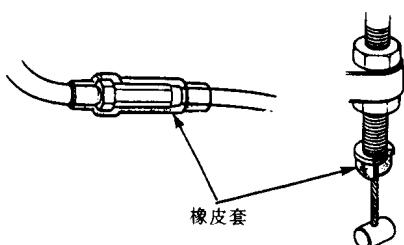

图 1-3 橡皮套的安装
(12) 如图1-3所示,在有橡皮套类零件安装沟槽的部位,组装时必须将橡皮套嵌入槽内。